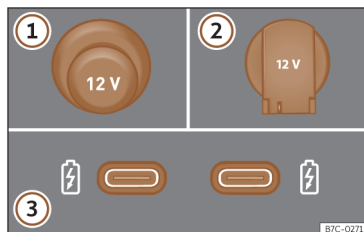

Fig. 122 Tomas de corriente de 12 voltios del vehículo.
Tomas de corriente de 12 voltios»» **fig. 122** :
- Extraiga el tapón situado en la consola central de la toma de corriente»» **fig. 122** ①.
- Eleve la tapa de la toma de corriente »» **fig. 122** ②.